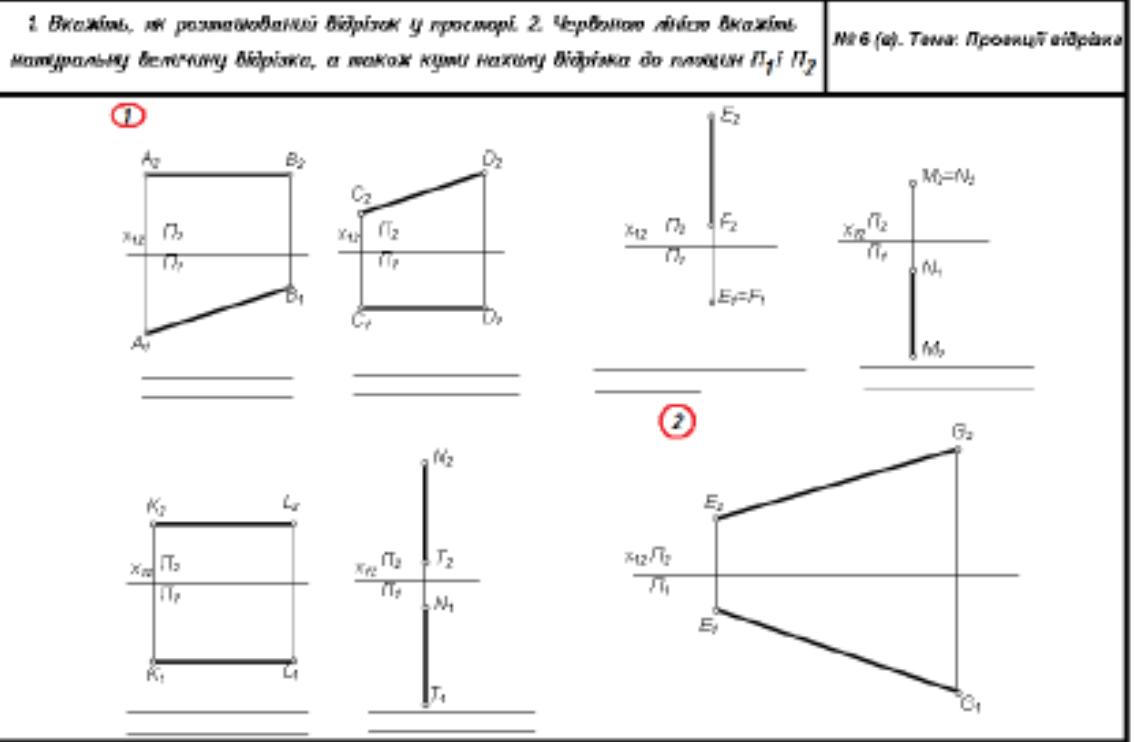

Рис. 6 – завдання № 2 в.
2. У наступному завданні (рис. 6) треба написати назви прямих, які положення вони займають у просторі по відношенню до площин проекцій, шрифтом № 3,5.